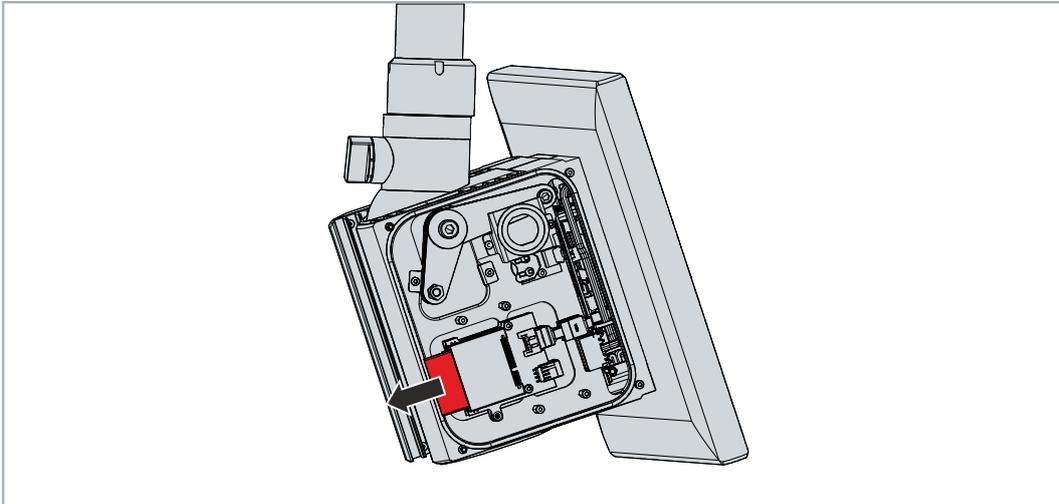

Abb. 29: Austausch CFast
1. Ziehen Sie die Festplatte oder SSD kräftig an dem hervorstehenden Beckhoff-Aufkleber aus dem Gerät heraus (siehe Abb. 29).